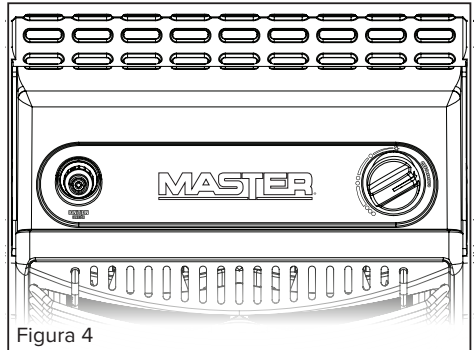

Figura 4
- Gire la perilla de control hacia la izquierda a la posición "PILOT" (Piloto), presione la perilla y manténgala presionada; vea la Figura 4.
- Antes de conectar el propano, asegúrese de que la perilla de control en el calentador esté en la posición "OFF" (apagado); vea la Figura 4.
Limpie las placas de cerámica con aire comprimido (a menos de 30 PSI) para evitar daños en las placas. Una punta amarilla en la llama del piloto indica que la zona del quemador puede necesitar limpieza. Revise y limpie el piloto (montado sobre el soporte) con una aspiradora o aplique aire a presión a través de los orificios en el piloto. Figura 4.